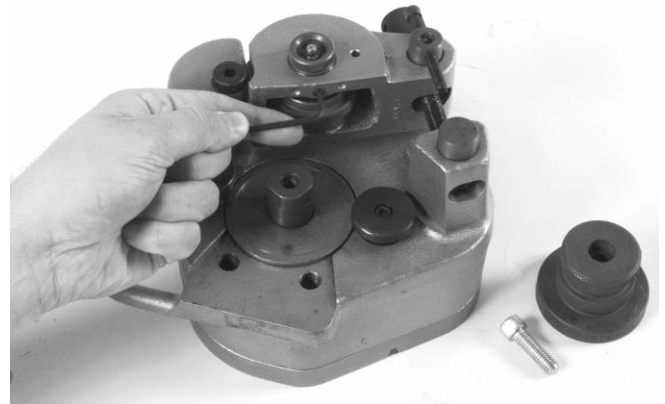

Figura 9 – Modo en que se afloja el tornillo de fijación en el brazo de reacción
- Con una llave hexagonal de 1/8 pulg., afloje el tornillo de fijación en el brazo de reacción y extraiga el eje del rodillo de ranurado (Figura 9).